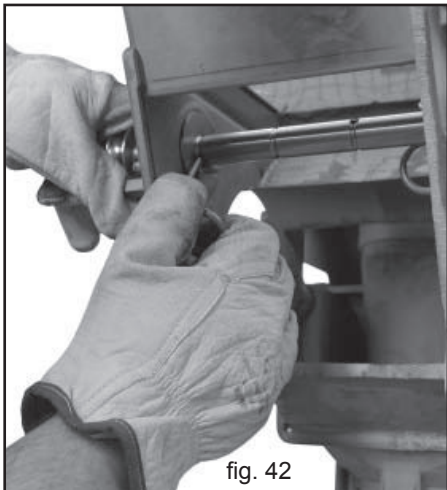

fig. 42
- 2) Alle Rührelemente aus der Rührwelle ziehen (Abb. 42).